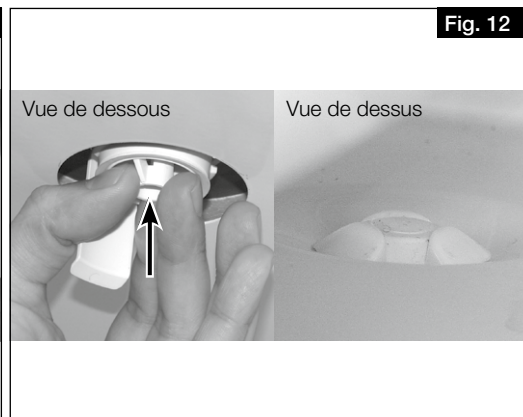

Fig. 12
- Insérer par en dessous la pièce de fixation dans l'orifice d'évacuation des condensats, jusqu'à ce que les clips s'engrènent au fond de la plaque de base (voir Fig. 12).